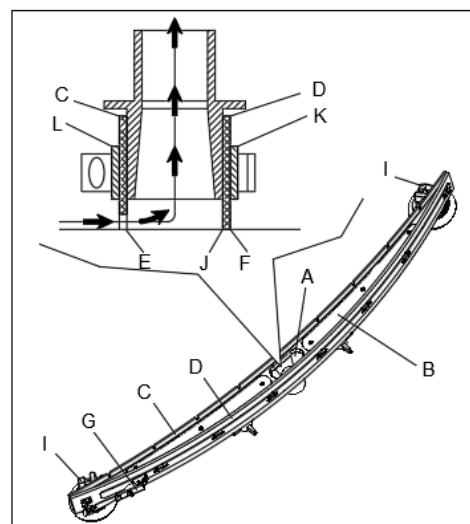

Figura 18
2. Compruebe si los bordes (E, figura 18) del labio delantero (C) y los bordes (F) del labio trasero (D) están en el mismo nivel, en toda su longitud; si es necesario, ajuste su altura de acuerdo con el siguiente procedimiento:
- Desenganche el tirante (G), desenganche los retenes (M) y ajuste el labio trasero (D); luego enganche los retenes (M) y fije con el tirante (G).
- Afloje los reguladores (I) y ajuste el labio delantero (C), luego apriete los reguladores.
3. Compruebe que los labios delantero (C) y trasero (D) estén en buenas condiciones, que no estén cortados o desgarrados; de lo contrario, sustituirlos mediante el procedimiento siguiente. Compruebe que el borde delantero (J) o el labio trasero (D) no
- Quite el tirante (G), desenganche los retenes (M) y quite la cinta de sujeción (K), luego sustituya el labio trasero (D). Monte el labio en orden contrario al desmontaje.
- Desenrosque los reguladores (I) y quite la cinta de sujeción (L), luego sustituya el labio delantero (C). Monte el labio en orden contrario al desmontaje. Después de sustituir (o girar) los labios, ajuste su altura, como se indica en el punto anterior.
4. Conecte el tubo de aspiración (A, Figura 18) con la boquilla.
5. Monte la boquilla (B) y enrosque los reguladores (C).